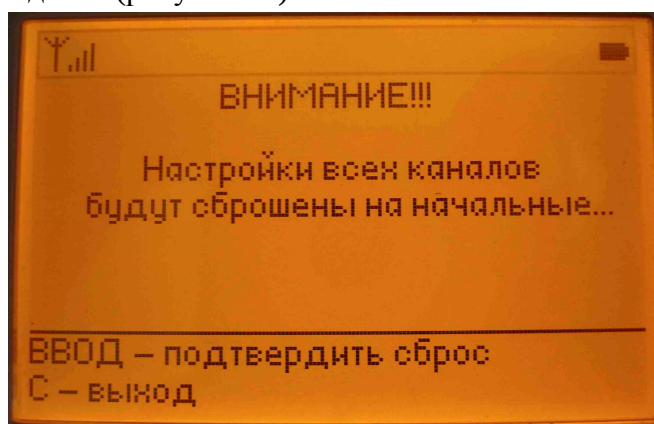

Рисунок 14.
4.11. Иногда может потребоваться сбросить настройки каналов на устанавливаемые «по умолчанию» как они выставляются после перепрошивки и заливки звуков. Этой цели служит третья опция меню «Сбросить настройки всех каналов». При этом резервная копия настроек, сохранённая в пульте управления, останется не изменённой. Сброс настроек коснётся только выставленных в текущих момент настроек каналов в памяти контроллера. При выборе этой опции экран пульта выведет предупреждение (рисунок 14):